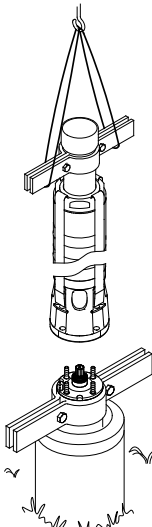

Fig. 16 Placement de la pompe
- 3. Soulever la pompe en fixant les colliers de serrage sur la tuyauterie montante. Voir fig. 16.